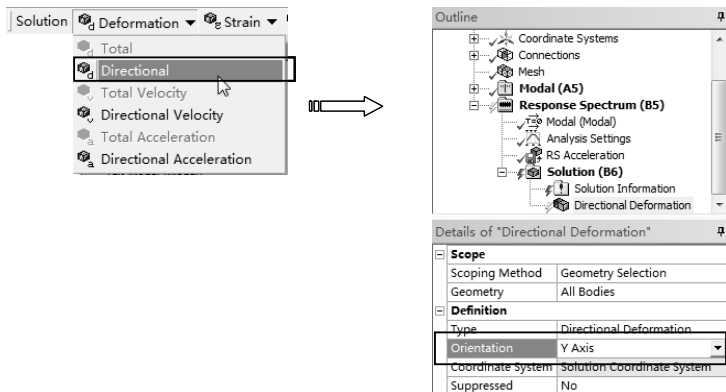

图 6-85 添加变形求解项
2) 求解变形。单击【Solution】工具栏上的【Deformation】|【Directional】命令，此时在分析树中插入【Directional Deformation】项，在详细设置窗口选择【Orientation】为 Y Axis，如图 6-85 所示。